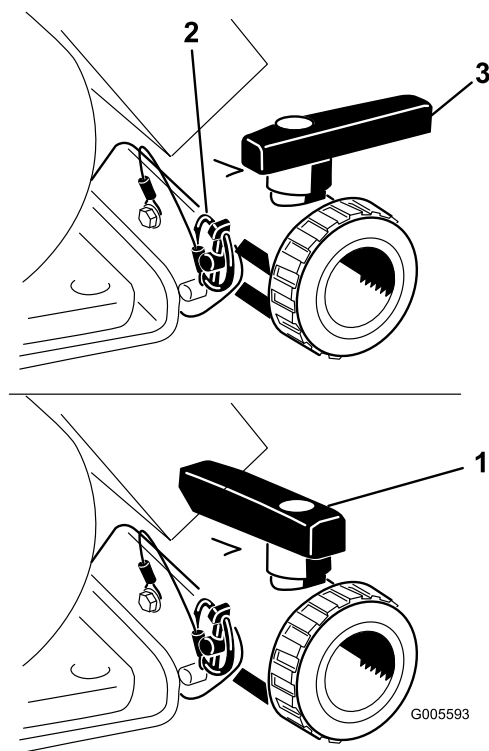

Figura 20
Utilice la manija de vaciado del depósito para vaciar del depósito cualquier material no utilizado, y elimine dicho material de acuerdo con la normativa local y las indicaciones del fabricante del mismo (Figura 20). Tras el vaciado, retire los pasadores de seguridad del soporte que fija la válvula de vaciado a la máquina y deje la válvula en el suelo. Así conseguirá vaciar todos los residuos existentes en la línea.
- Cuando el depósito se haya vaciado completamente, instale la válvula en el bastidor montando el pasador de seguridad previamente retirado y cierre la válvula de vaciado (Figura 20).